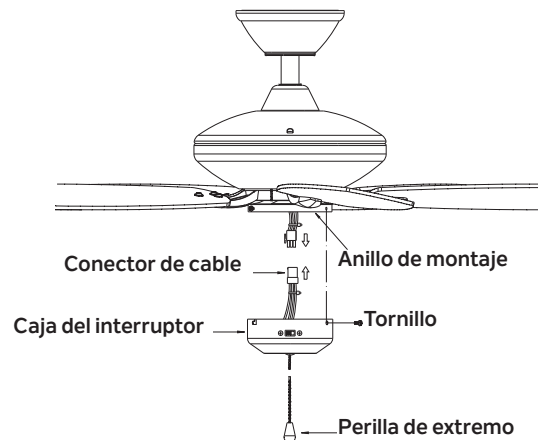

Fig. 15
**Paso 1.** Sosteniendo la caja del interruptor debajo del ventilador de techo, aplica presión a los conectores cuadrados para cables para juntarlos. Uno desde el ventilador y otro desde la caja del interruptor. (Fig. 15)
**Paso 2.** Con cuidado mete todos los cables dentro de la caja del interruptor. Instala la caja del interruptor en el anillo de montaje con los tornillos incluidos. Asegúrate de que cada tornillo quede ajustado. (Fig. 15)